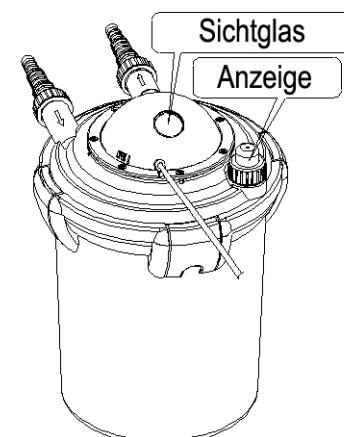

Bild 3
1. Der Filter zeigt über einer farbigen Druckanzeige oben auf dem Deckel an, wann er gereinigt werden muss. Wenn der Filter effektiv arbeitet zeigt diese Druckanzeige „grün“ an. Wenn der Durchfluss gemindert wird durch die Verschmutzung, ändert sich diese Farbe nach „rot“ (Bild 3).